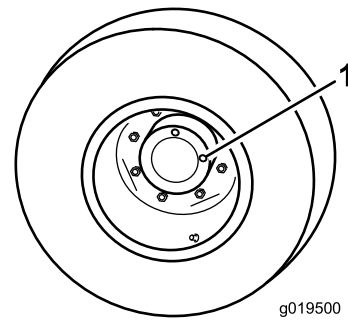

Figura 90
2. Coloque la rueda con un tapón de verificación (Figura 90) en la posición de las 12 y el otro en la posición de las 3.
1. Tapón de verificación/drenaje (2)
3. Retire el tapón de la posición de las 3 (Figura 90).